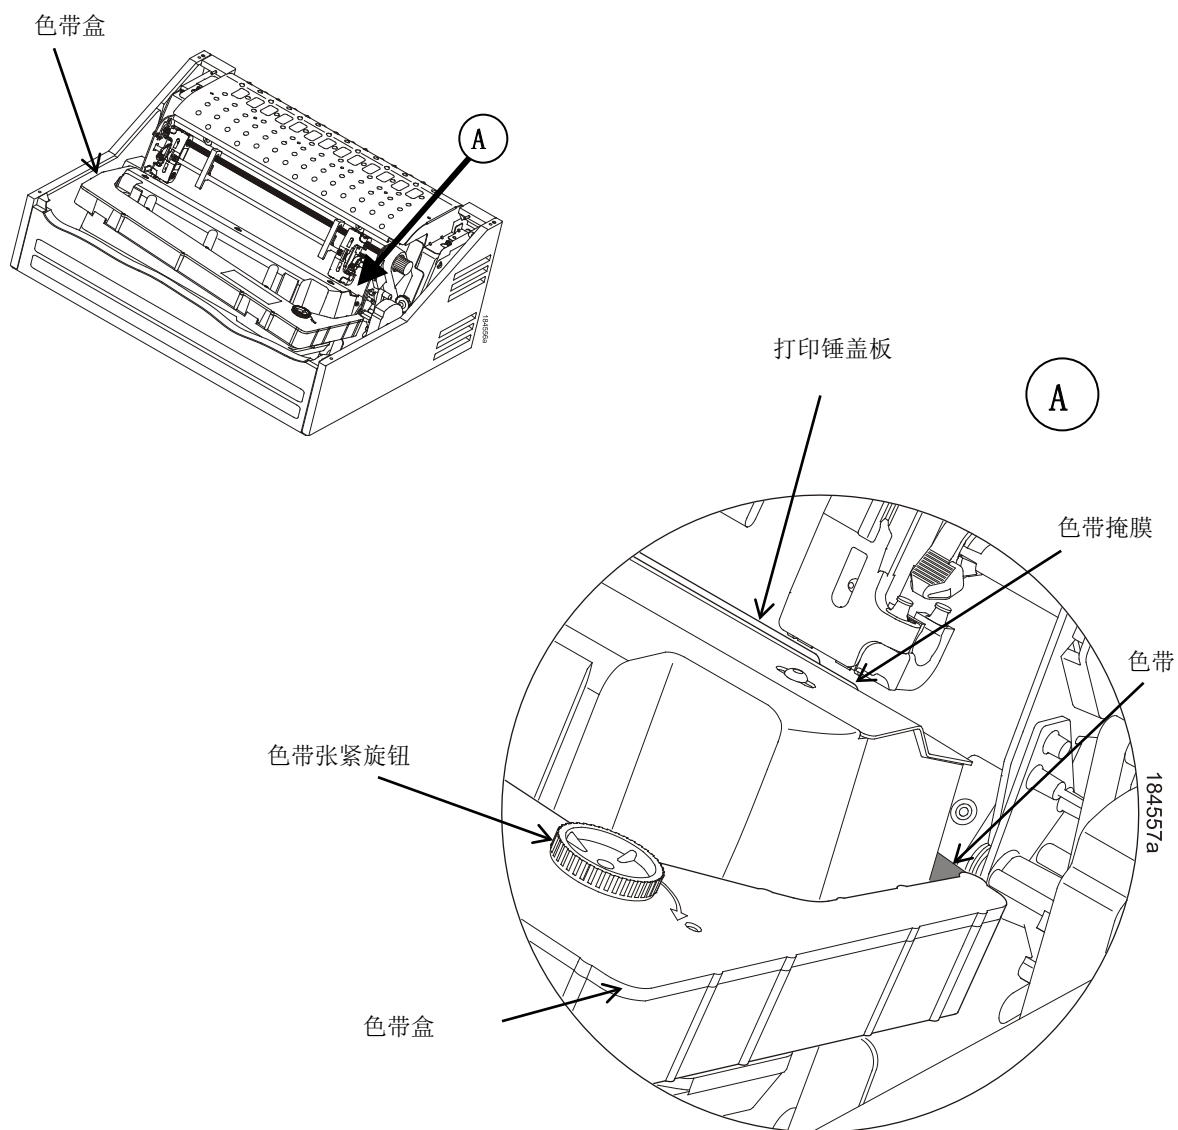

图22. 色带盒安装到位
7. 将色带盒向下摇动，确保色带位于盖板和掩膜之间（见图22）。您能听到色带盒发出咔嗒一声安装到位。